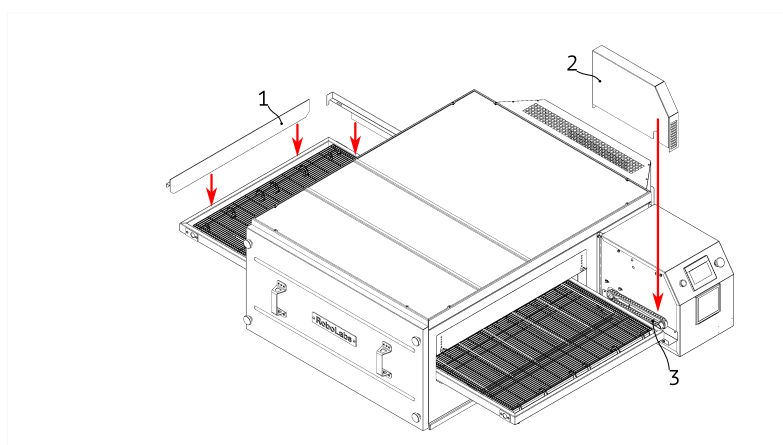

Рисунок 6
5. Одновременно с установкой конвейера установите цепь (3) на звёздочку приводного вала конвейера и ответную звёздочку, сидящую на валу, выходящего из отсека электрокомпонентов, см. Рис. 6.